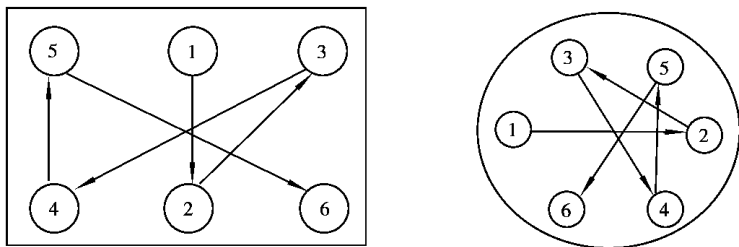

图 2.1.19 两种简单的安装螺栓的次序
4. 在拧紧圆圈排列的螺栓过程中,正确的方法如图2.1.19所示,应使用交叉的次序,这样可防止零件扭曲变形。